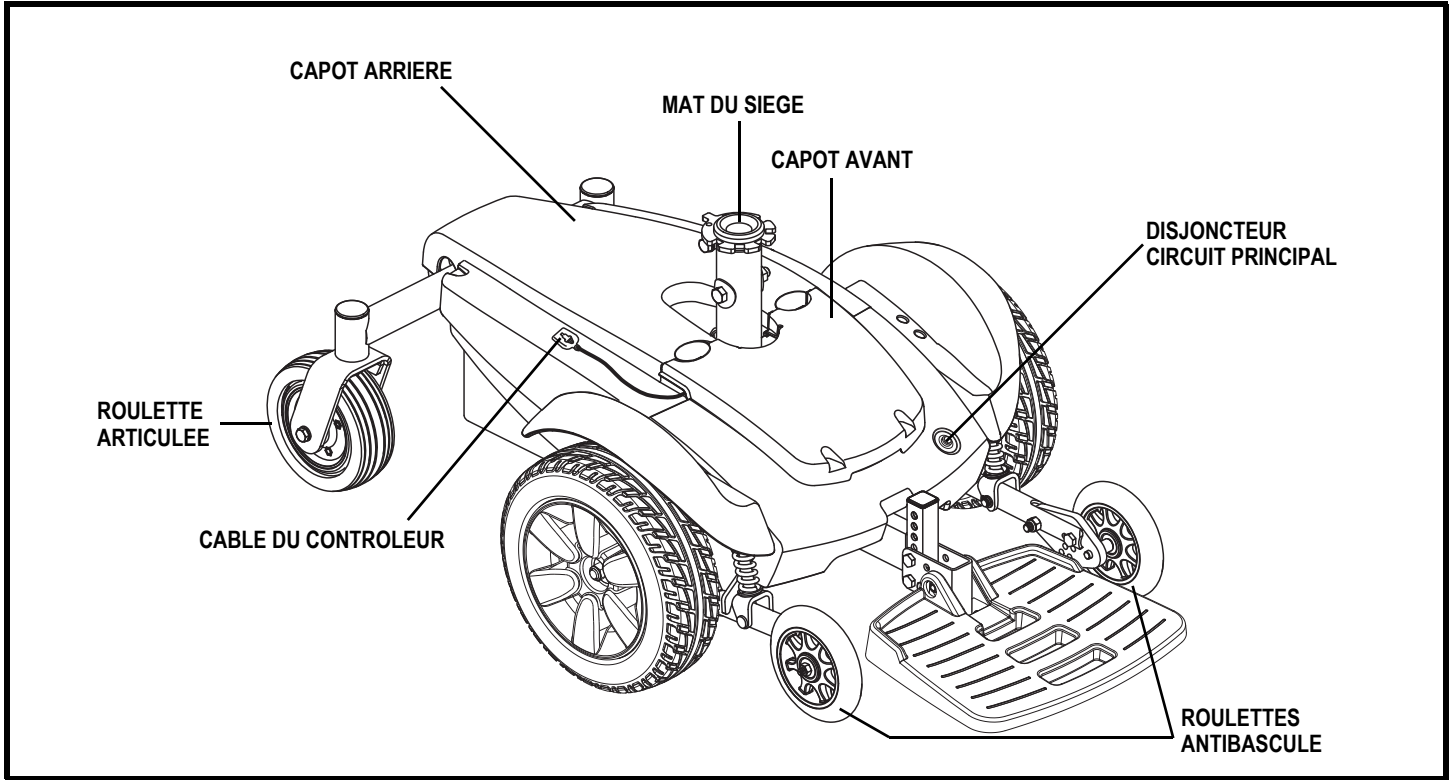

Figure 6. Base motorisée du Jazzy Select
4. Branchez le câble du contrôleur dans le connecteur sur la base motorisée. Voir le figure 6, 7, ou 8.